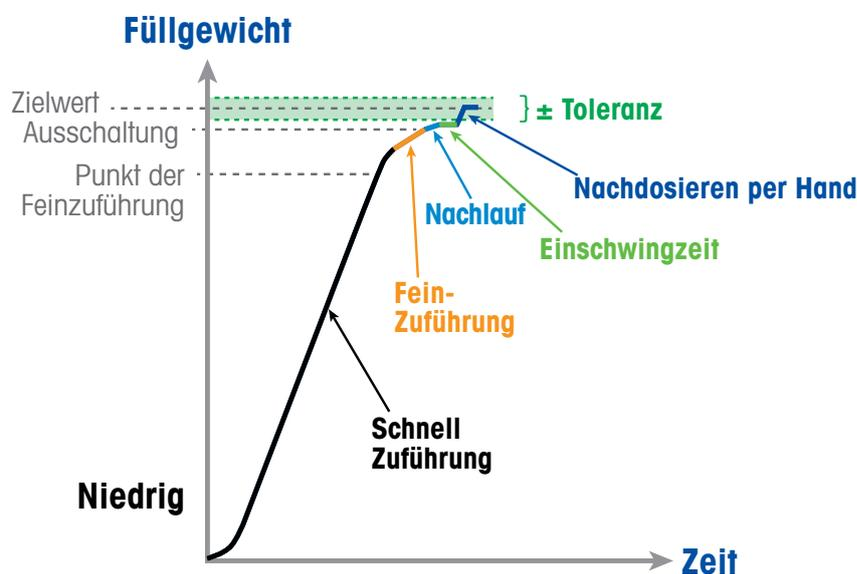

Abb. 25: Abfüllung mit zwei Geschwindigkeiten
5. Abbildung 25 zeigt eine Möglichkeit, wie das Rätsel um Geschwindigkeit/Genauigkeit gelöst werden kann. Der Tank kann grösstenteils mit schneller Geschwindigkeit/geringer Genauigkeit befüllt werden, dann wird gegen Ende auf geringere Geschwindigkeit/höhere Genauigkeit umgeschaltet. Anders ausgedrückt wird eine Befüllung mit zwei Geschwindigkeiten verwendet, die nachstehend ausführlicher erläutert wird. Wenn der Grossteil des Tanks mit geringer Genauigkeit befüllt wurde, hat das keine negativen Konsequenzen, solange rechtzeitig auf die Abfüllung mit hoher Genauigkeit umgestellt wird. Dies ist die übliche und heute noch weitverbreitete Methode, um ein angemessenes Verhältnis zwischen Geschwindigkeit und Genauigkeit bei der Abfüllung zu erreichen.
Abbildung 25 zeigt in einem Diagramm das Verhältnis von Füllgewicht zu Zeit bei einer herkömmlichen Abfüllung mit zwei Geschwindigkeiten. Einige oder alle dieser Elemente können in einen typischen Abfüllvorgang integriert werden – je nachdem, welche Genauigkeit erforderlich ist. Zuerst steht das Zielgewicht mit Toleranzbereich (\pm). Der Abfüllzyklus kann, wie dargestellt, in verschiedene Phasen unterteilt werden. Wenn die Zuführeinheit aktiviert wird, dauert es einige Zeit, bis in der schnellen Förderphase, die den Grossteil der Abfüllzeit und des -gewichts ausmacht, ein steter Materialfluss entsteht. Daneben gibt es weitere Phasen, die das Füllgewicht fein abstimmen, um die Einhaltung der Toleranzen sicherzustellen. Die verschiedenen Begriffe werden nachstehend näher erläutert.